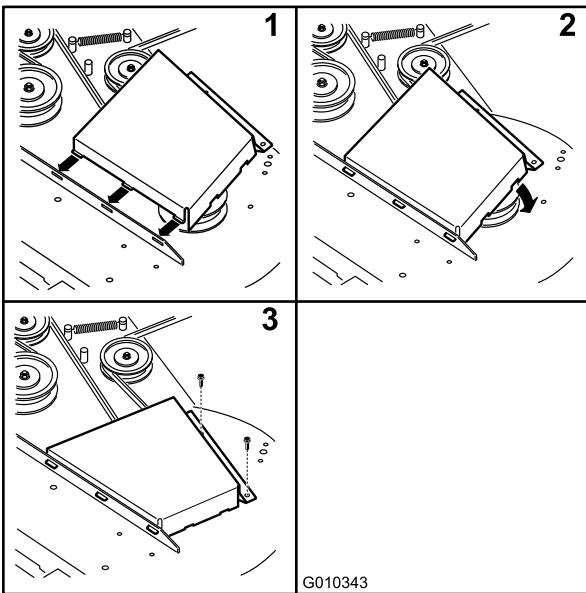

Figura 70
12. Montate i paracinghia (Figura 70).